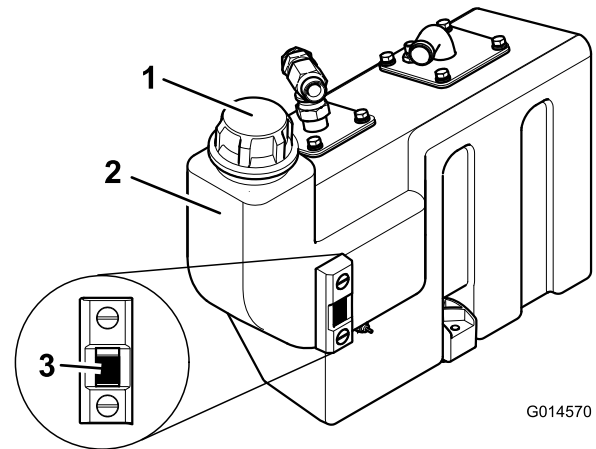

Bild 75
3. Wenn Hydrauliköl aufgefüllt werden muss, reinigen Sie den Bereich um den Füllstutzen und den Deckel des Hydraulikbehälters und nehmen den Deckel ab (Bild 75).